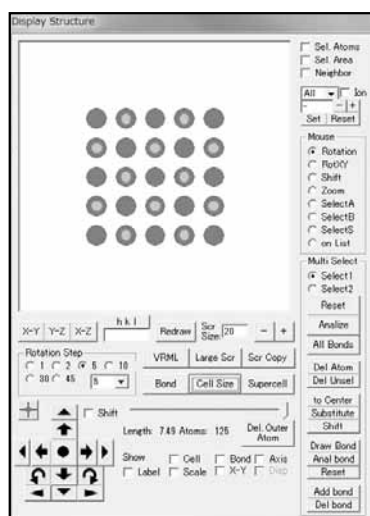

図 5.7 単位格子を-1~1で拡張した場合
4. [Expand]で単位格子の拡張を行うと、図 5.7 のようになります。座標に加えた編集をリセットしたい場合は、[Expand]を再度行うことによりリセットされます。